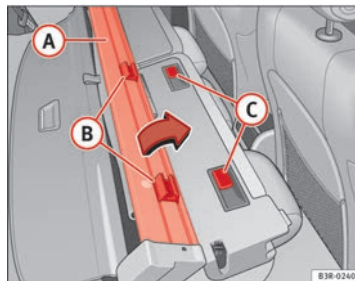

Fig. 122 Montar la cubierta del maletero / red de separación
- Coloque la red de separación **(A)** en el respaldo de modo que los soportes **(B)** se encuentren por delante de las guías **(C)** ⇒ fig. 122.